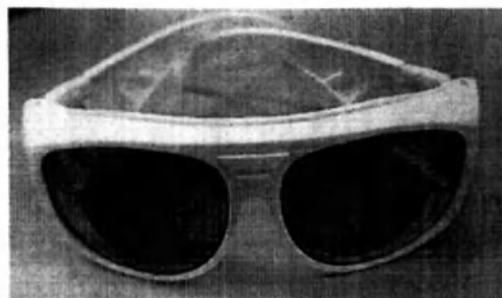

Рисунок 13 – Очки для оператора
- Очки для оператора (рисунок 13).